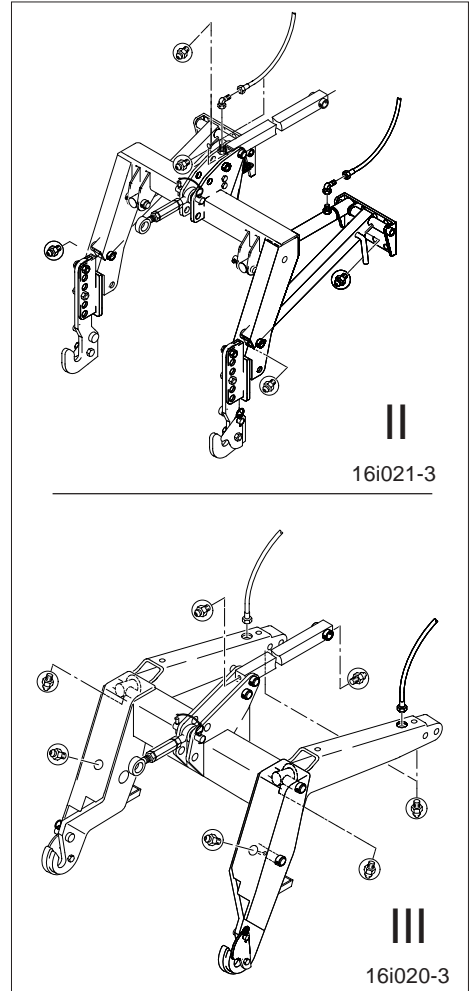

Fig. 19.14
- die 6 bzw. 8 Schmiernippel (Fig. 19.14) am Hubrahmen des AMAZONE-Systems "Huckepack".